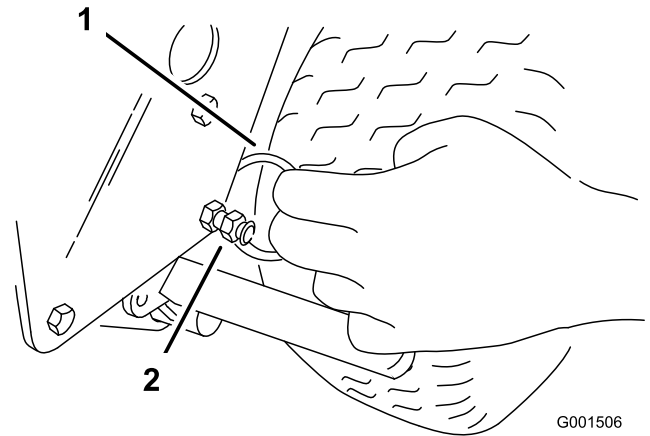

Figura 8
- Sujete el anillo partido (Figura 8) situado en el lado derecho de la máquina, tire del anillo y la cadena en línea recta, en dirección perpendicular a la máquina, y enganche el anillo sobre el perno del protector del panel de control.